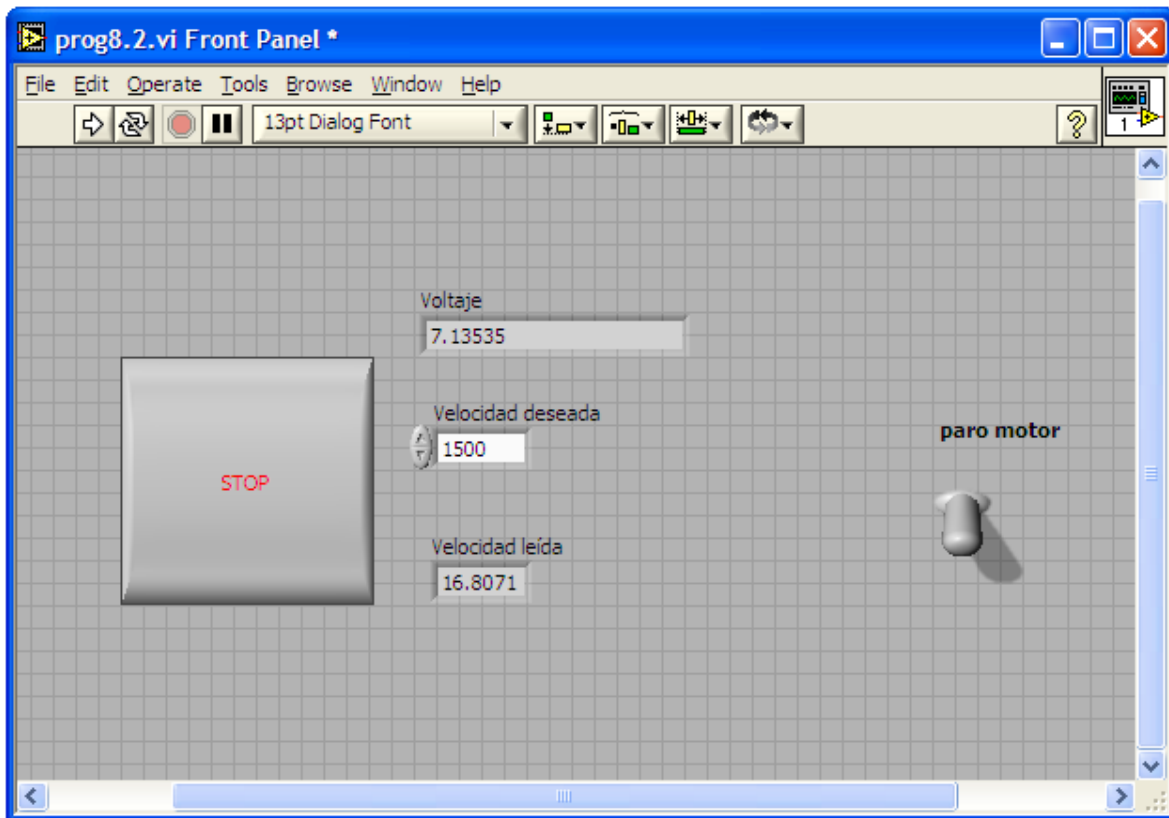

Figura 7.25: Panel frontal del programa LabView para el control de velocidad de un motor.
5. Correr el programa con la flecha superior izquierda del panel de control (figura 7.25).